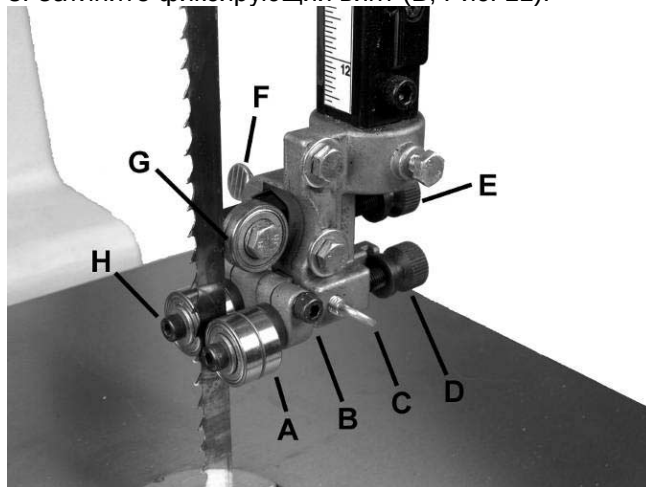

Рисунок 11.
3. Ослабьте барашек (F, Рис. 11) и поверните ручку с накаткой (Е, Рис. 11), чтобы сдвинуть упорный подшипник (G, Рис. 11) внутрь или наружу, пока подшипник не будет на расстоянии 0,4 мм за полотном.
4. Затяните барашек (F, Рис. 11).
5. Ослабьте барашек (С, Рис. 11) и поверните ручку с накаткой (D, Рис. 11), чтобы сдвинуть скобу направляющего блока внутрь или наружу, пока передняя кромка направляющих подшипников не будет чуть позади впадин зубьев полотна.
6. Затяните барашек (С, Рис. 11).
7. Ослабьте фиксирующий винт (В, Рис. 11) и поверните направляющие подшипники (А, Рис. 11), повернув эксцентрик (Н, Рис. 11) торцевым шестигранным ключом 4 мм в комплекте. Направляющие подшипники должны быть так близко к полотну, как только возможно без сдавливания.
8. Затяните фиксирующий винт (В, Рис. 11).